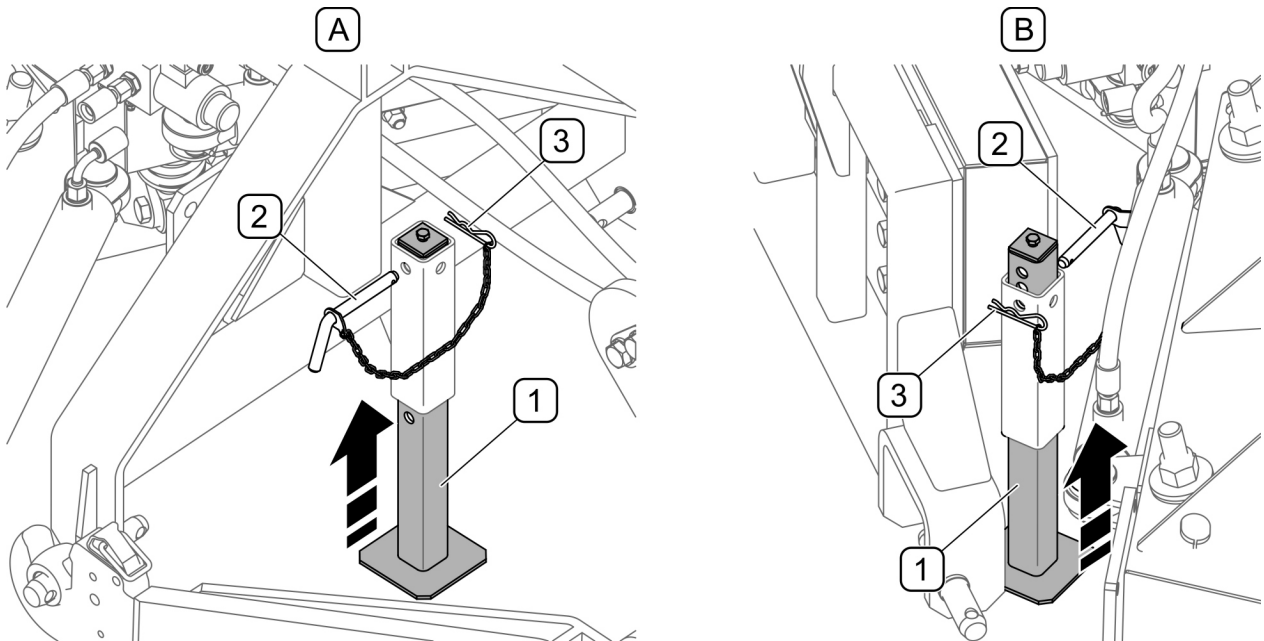

РИСУНОК 4.4 Стоянкова підпора
- підняти стоянкову підпору (РИСУНОК 4.4)
Під час експлуатації, після навішування відвала на транспортний засіб, стоянкову підпору (1) підняти вгору і вставити в напрямку (РИСУНОК 4.4), а її положення задати за допомогою шкворня (2) і застопорити пружинним шплінтом (3) (не стосується відвалів з системою навішування EURO-SMS).